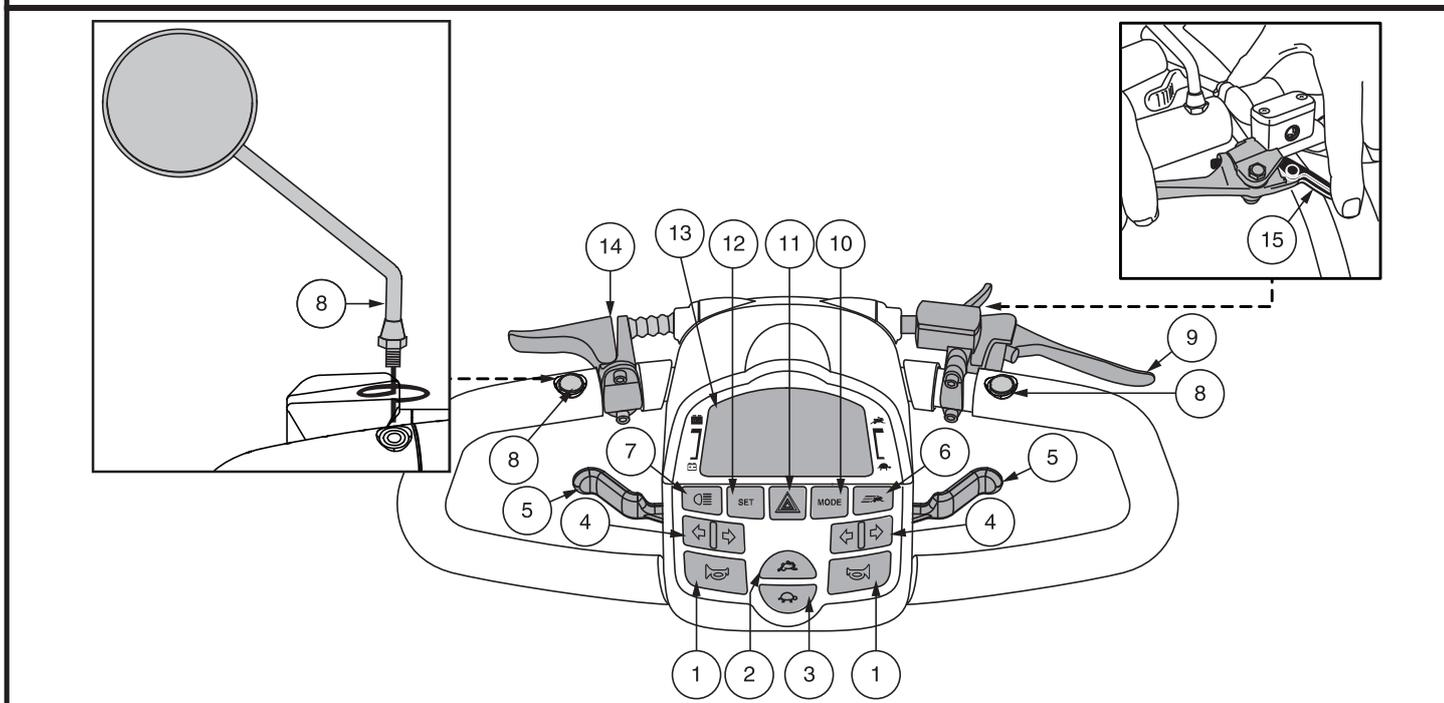

Figure 1. Panneau de commande LCD
Le tableau de bord et le guidon inférieur comprennent toutes les commandes nécessaires pour conduire votre véhicule, y compris le panneau de commande LCD, les leviers d'accélérateur, la clé de contact et le commutateur du levier d'accélérateur. Voir la figure 1.
Ces leviers vous permettent de contrôler la vitesse avant et arrière de votre VMP jusqu'à la vitesse maximum déterminée par les boutons de réglage de la vitesse. Un levier d'accélérateur se trouve sur la partie inférieure des côtés gauche et droit du guidon. **Voir la figure 1.**
- Appuyer une fois sur le bouton **Hi-Lo** pour fixer le réglage de la vitesse à Hi. L'indicateur Hi-Lo s'affiche sur l'écran LCD. **Voir la figure 1.** L'utilisation de ce paramètre en conjonction avec les boutons de réglage de la vitesse permet au véhicule d'atteindre des vitesses jusqu'à la vitesse maximale préprogrammée pour le véhicule.
Le panneau de commande LCD vous donne des informations intuitives via l'écran LCD. Voir la figure 1. L'écran LCD est également utilisé lors de la configuration initiale (activation) des différents paramètres du panneau de commande.
NOTE: Pour programmer les paramètres du panneau de commande, le voyant haut-bas doit être éteint et le voyant de vitesse maximale doit être réglé à son maximum. Voir la figure 1.